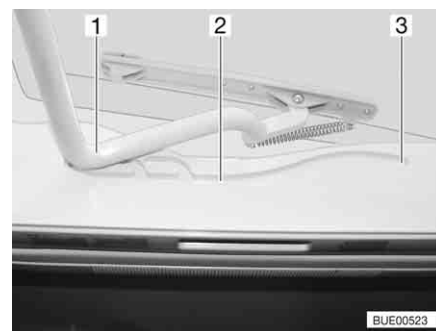

Fig. 36 Oblò Heki, guida
- Tirare la staffa (Fig. 36,1) nelle guide (Fig. 36,2) fino alla posizione più all'indietro (Fig. 36,3).
- Spingere la staffa (Fig. 36,1) leggermente verso l'alto con ambedue le mani.
- Tirare la staffa nelle guide (Fig. 36,2) fino alla posizione desiderata.